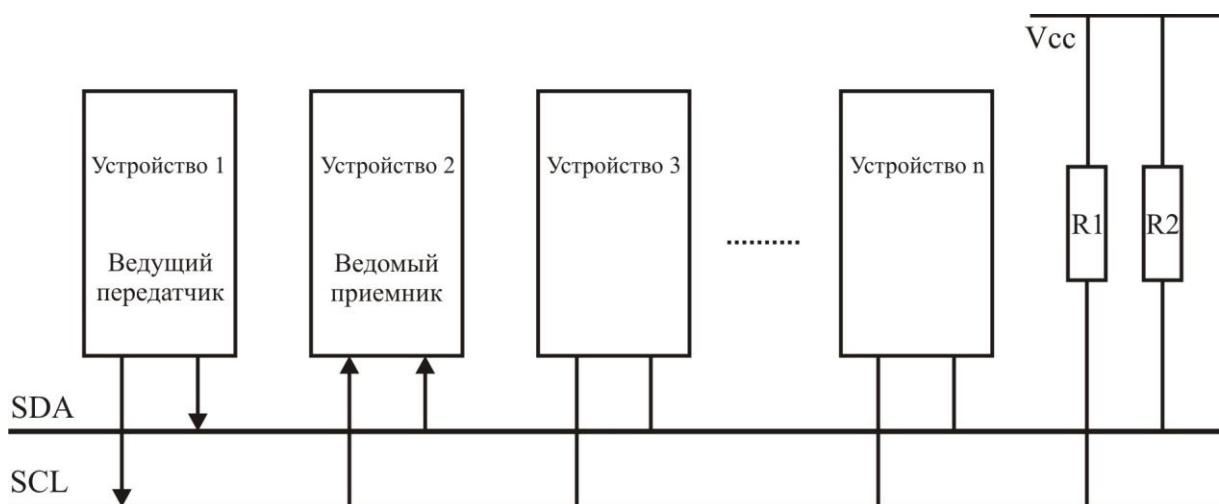

Рисунок 3.84 – Передача данных в режиме ведущего передатчика
В режиме ведущего передатчика (МТ) байты данных передаются ведомому приемнику (SR) (смотри рисунок 3.84). Для ввода режима ведущего необходимо передать условие СТАРТ. Формат следующего адресного пакета определяет какой режим вводится: ведущий передатчик (МТ) или ведущий приемник (MR). Если передается ВЕДОМЫЙ_АДР+ЗАПИСЬ, то вводится режим МТ (ведущий передатчик), а если В_АДР + ЧТЕНИЕ, то вводится режим MR (ведущий приемник). Все упоминаемые в этом разделе коды состояния в позиции бит предделителя имеют нулевые значения.